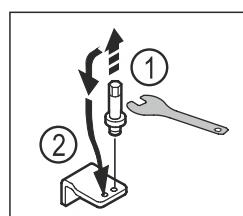

Fig. 17
- Отвийте болта на долната лагерна стойка с външен шесткантов ключ SW5. Fig. 17 (1)
- ▶ Поставете болта от другата страна. Fig. 17 (2)